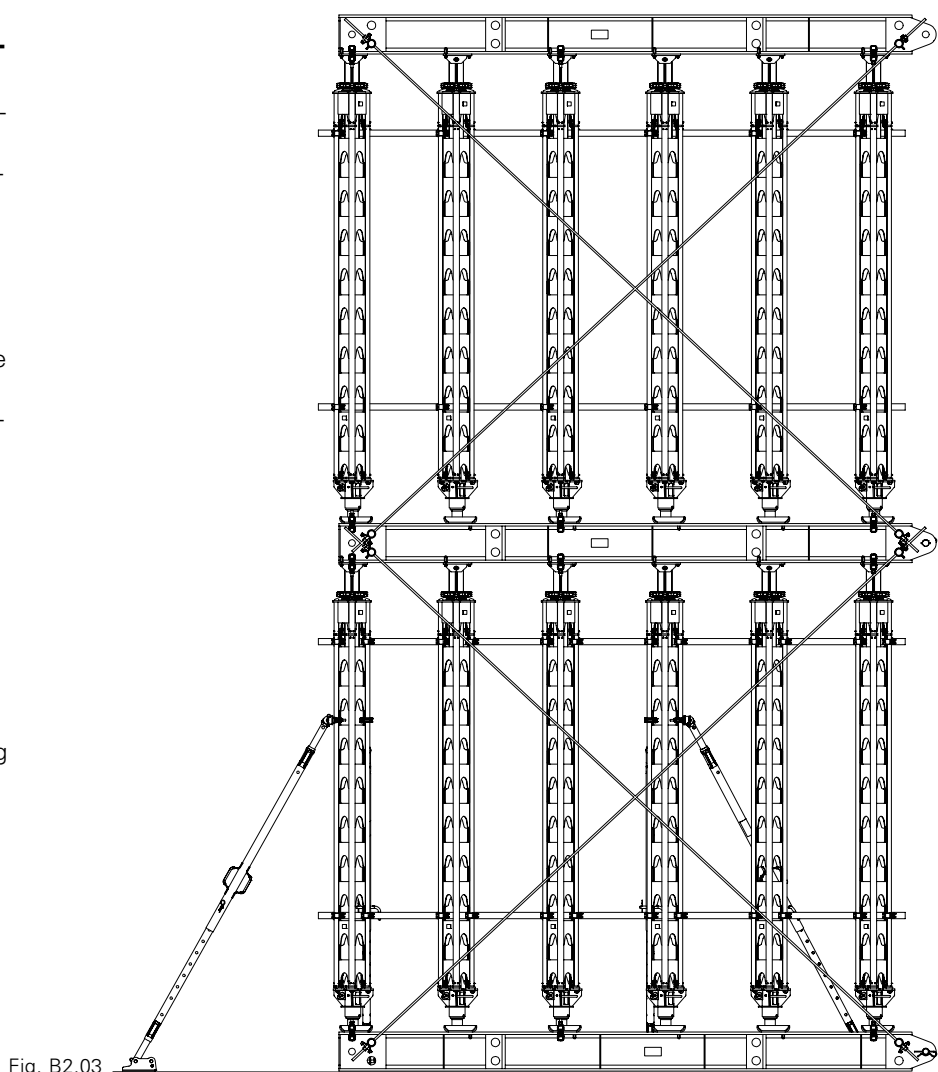

Fig. B2.03
(Fig. B2.03)
- Grundlæggende kan den tilladelige belastning i typetest-specifikationen øges ved hjælp af mellemliggende rideplanker, der reducerer søjlelængden! (Fig. B2.03)